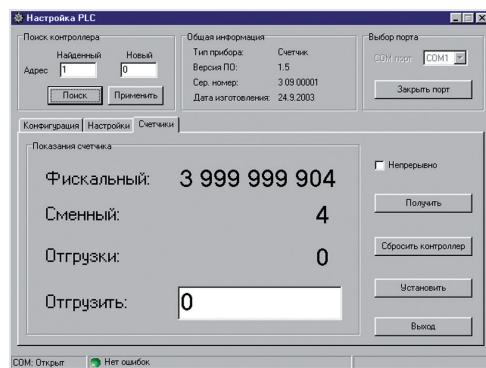

Рисунок 6. Страница “Счётчики”
7.8 На странице «Счётчики» расположены значения внутренних счётчиков: постоянного (фискального), сменного, отгрузки рисунок 6.